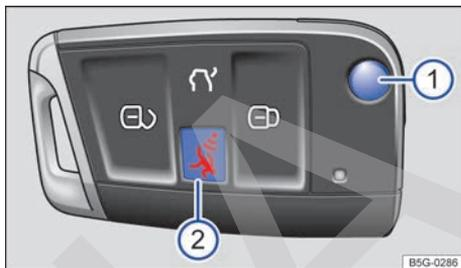

Fig. 48 Llave del vehículo con tecla de alarma.
El paletón de la llave se desbloquea y se despliega pulsando el botón → fig. 48 ①.
Si se pulsan las teclas de la llave del vehículo → fig. 48 o una de las teclas del cierre centralizado → pág. 71 varias veces muy seguidas, el cierre centralizado se desconecta brevemente a modo de protección contra sobrecarga. El vehículo está entonces desbloqueado. En caso necesario, bloquéelo. <